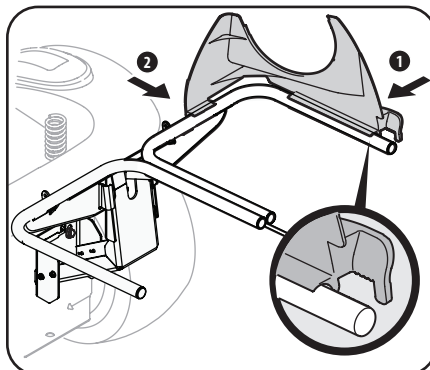

Figure 4-4
1. Faites enclencher le support en plastique de la goulotte supérieure sur le support de sacs collecteurs en prenant soin d'aligner le bord de l'élément de fixation avec la ligne rouge. Voir Figure 4-4 (1).
2. Faites enclencher la face avant du support de la goulotte sur la barre. Voir Figure 4-4 (2).